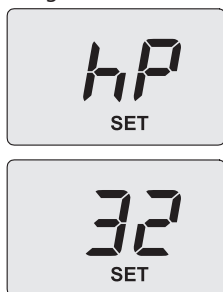

Figura 9.12
- Utilice los botones 14 o 15; en el display LCD, las letras **hP** se alternan con el valor de temperatura mínima del agua de calefacción (ej. **32**) y aparece el mensaje "SET", indicando que se ha entrado en la activación de la "función deshollinador" a la potencia mínima en calefacción (Figura 9.12).